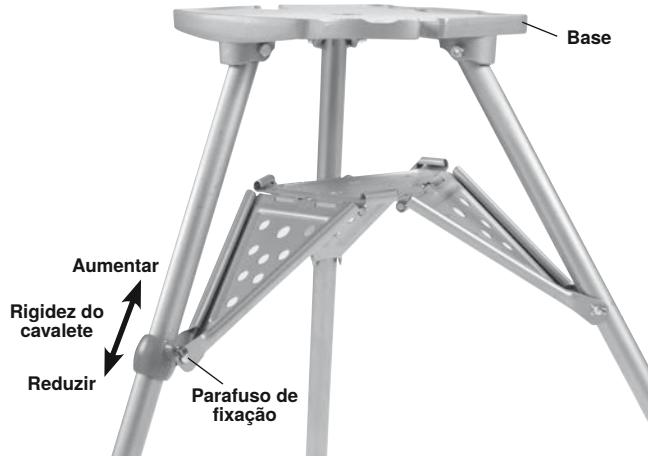

Figura 5 – Ajuste do suporte do tabuleiro
- Afrouxe o parafuso de fixação no suporte do tabuleiro traseiro (ver figura 5).